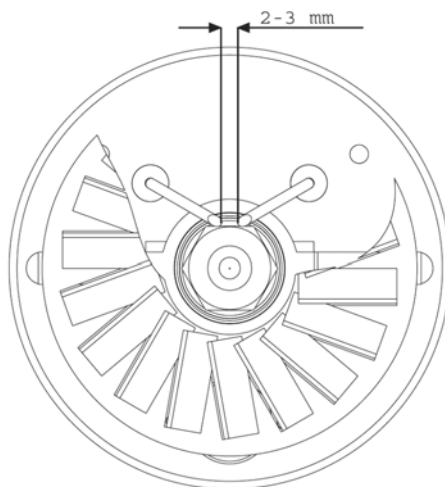

Fig .2
- Smontare il bruciatore pulendone le parti, pulire gli elettrodi e regolame la distanza al valore indicato in Fig.2.
• Controllare la posizione degli elettrodi e la loro distanza secondo lo schema Fig. 2